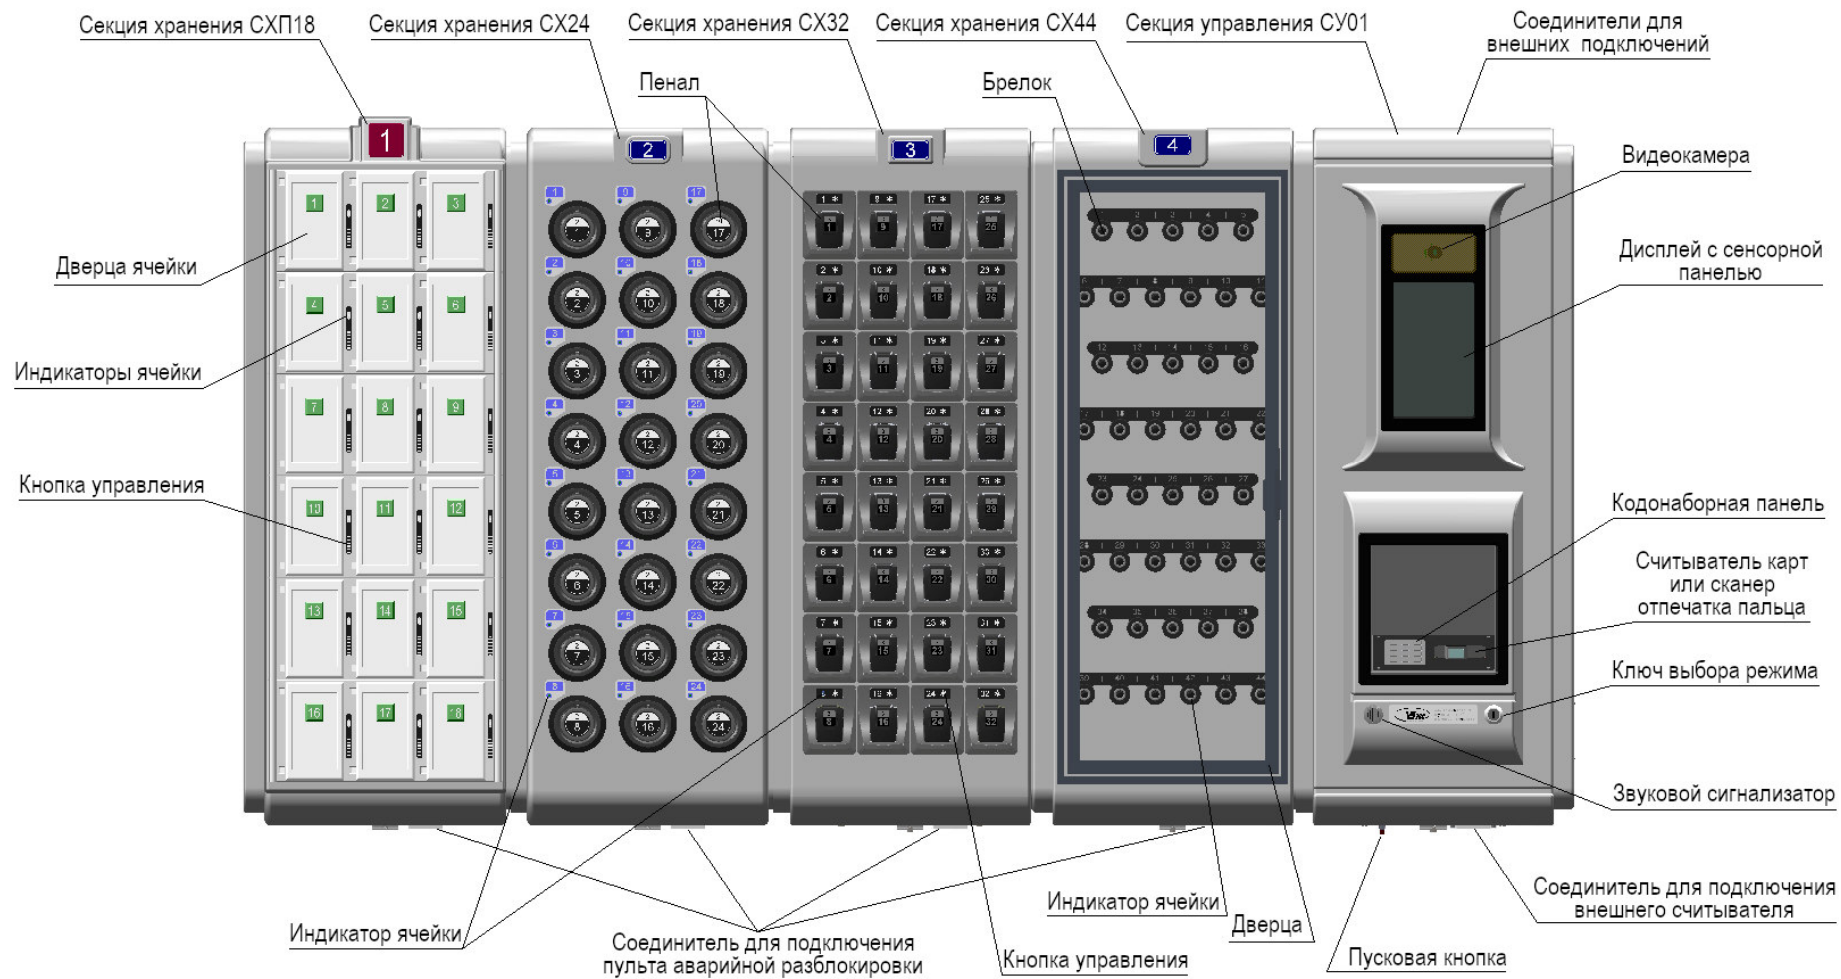

Рис. 3.1 Составные части и органы управления изделия
Составные части и органы управления изделия показаны на Рис. 3.1.
ВНИМАНИЕ! Если изделие не подключено к электросети, то для включения от встроенного аккумулятора резервного питания необходимо также нажать пусковую кнопку (см. Рис. 3.1). Работа изделия без подключенного аккумулятора резервного питания может быть неустойчивой при колебаниях в электросети.
6.10. Для подключения к изделию внешнего считывателя (RFID, алкотестер и т.п.) следует использовать соединитель, расположенный на нижнем торце секции управления (см. Рис. 3.1). Назначение контактов соединителя приведено в таблице 6.2.